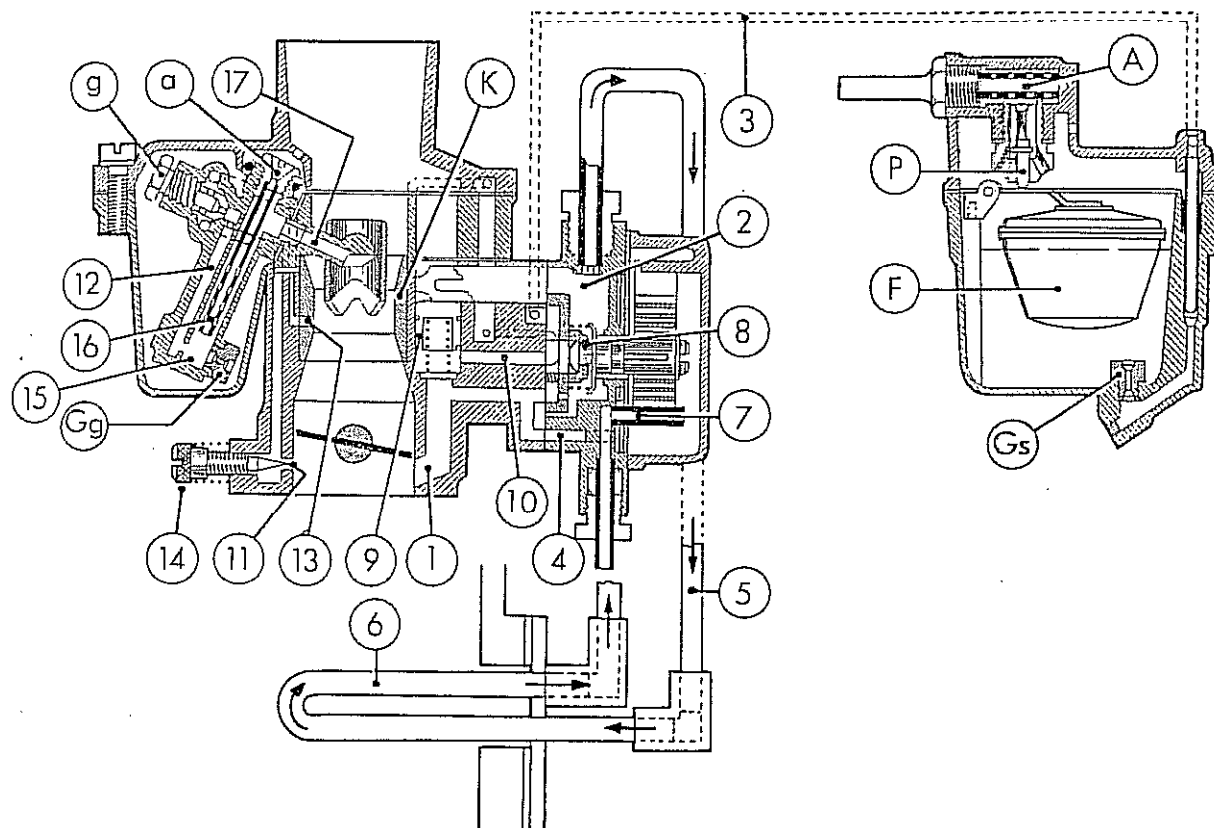

Fig. 111
**Marcha lenta:** La depresión existente debajo de la mariposa del acelerador, succiona a través del conducto 11 la mezcla de alimentación del motor en marcha lenta. Dicha mezcla es proporcionada por el surtidor de marcha lenta (g) ubicado en el bloque D de la cuba del carburador el que toma la nafta de una derivación del conducto principal 12 y el aire necesario de un orificio calibrado 13 ubicado a nivel de la parte más estrecha del tubo venturi K. El circuito de aire está marcado en la Fig. 111 con trazos cortados. La mezcla aspirada, desciende hacia los cilindros por el conducto 11 (parte superior marcada con trazos cortados) y puede ser regulada mediante el tornillo de regulación 14.